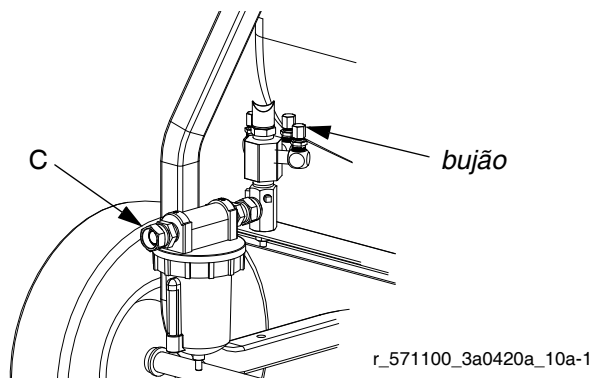

FIG. 8
2. Retire os bujões dos tubos flexíveis da bomba de solvente e de alimentação conforme necessário. Consulte os manuais da bomba para obter instruções de instalação. Consulte FIG. 8.